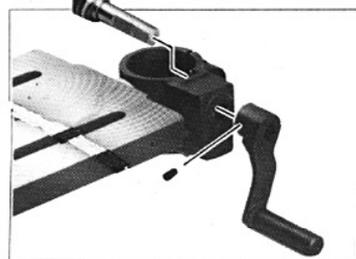

図2-1
(1) ④テーブルブラケットの内側から⑤ギアシャフトを差し込んで下さい。図2-1